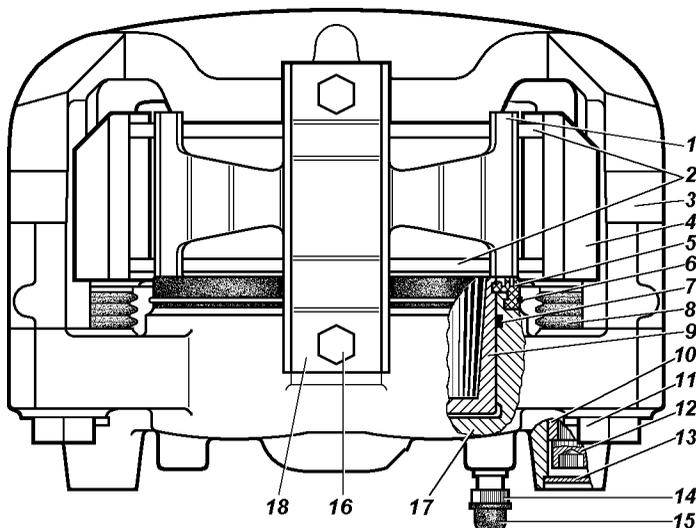

Рис. 9.22. Передние дисковые тормоза:
**Дисковые тормозные механизмы передних колес.** Для осмотра тормозных колодок 2 (рис. 9.22) установите автомобиль на горизонтальной площадке, затормозите стояночным тормозом. Осмотр колодок проводите через окно в суппорте 4. Если фрикционные накладки изнашивались до толщины 1,5-2,0 мм, то замените колодки новыми. Замену производите на обоих передних тормозах.